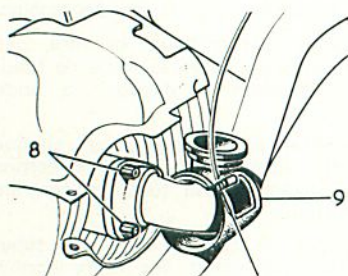

Figure 45.
Déposer de chaque côté les trois écrous (2) fixant par l'intermédiaire des demi-colliers, les prises d'air sur les tôles inférieures et supérieures des cylindres. Repousser les prises d'air sur les tubulures d'admission (9, fig. 45).